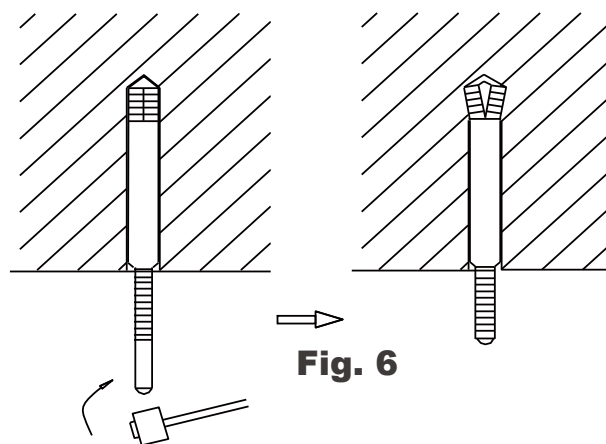

Fig. 6
2. Sätt in bultarna i borrhålen och slå in dem helt med en hammare. (Fig. 6).